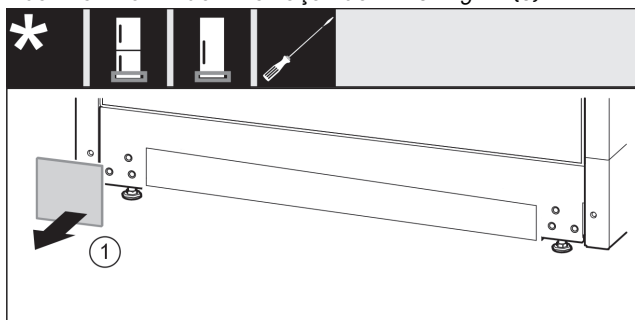

Fig. 12
- Hiqni kapakun mbulues. *Fig. 12 (1)*